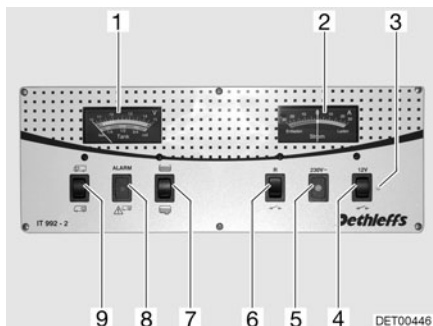

Fig. 130 Panneau de contrôle IT 992
Observer sur l'indicateur de charge/de niveau de réservoir (Fig. 130,1), la graduation supérieure. L'indicateur s'éclaire automatiquement dès qu'un commutateur est actionné.
- Commutateur à bascule (Fig. 130,9) vers le haut "🚐" : La tension de la batterie de démarrage est affichée.
- Commutateur à bascule (Fig. 130,9) vers le bas "🔋" : La tension de la batterie de cellule est affichée.
Observer sur l'indicateur de charge/de niveau de réservoir (Fig. 130,1) la graduation inférieure. L'indicateur s'éclaire automatiquement dès qu'un commutateur est actionné.
- Commutateur à bascule (Fig. 130,7) vers le haut  : Le niveau du réservoir d'eau est affiché.
- Commutateur à bascule (Fig. 130,7) vers le bas  : Le niveau du réservoir d'eaux usées est affiché.
Le voyant d'alerte rouge ALARME (Fig. 130,8) clignote dès que la charge de la batterie de cellule descend en dessous de 11 V (mesurée en marche) et qu'il y a risque de décharge profonde des batteries.
Cet indicateur (Fig. 130,2) permet de visualiser en permanence le flux de courant actuel de la batterie. L'indicateur s'éclaire automatiquement dès qu'un commutateur est actionné.
L'interrupteur principal 12 V (Fig. 130,4) établit ou coupe le panneau de contrôle et l'alimentation 12 V de la cellule.
Mise en marche : ■ Commutateur à bascule (Fig. 130,4) vers le haut "  " : L'alimentation 12 V de la cellule est assurée. Le voyant de contrôle (Fig. 130,3) s'allume en vert.
Mise hors service : ■ Commutateur à bascule (Fig. 130,4) vers le bas "  " : L'alimentation 12 V de la cellule est coupée. Le voyant de contrôle (Fig. 130,3) s'éteint.
Le voyant de contrôle 12 V (Fig. 130,3) s'allume dès que l'interrupteur principal 12 V (Fig. 130,4) est enclenché.
Le voyant de contrôle jaune 230 V (Fig. 130,5) s'allume si l'arrivée du bloc électrique est sous tension de réseau.
Mise en marche : ■ Commutateur à bascule (Fig. 130,6) vers le haut : La pompe à eau est mise en marche.
Mise hors service : ■ Commutateur à bascule (Fig. 130,6) vers le bas "  " : La pompe à eau est désactivée.